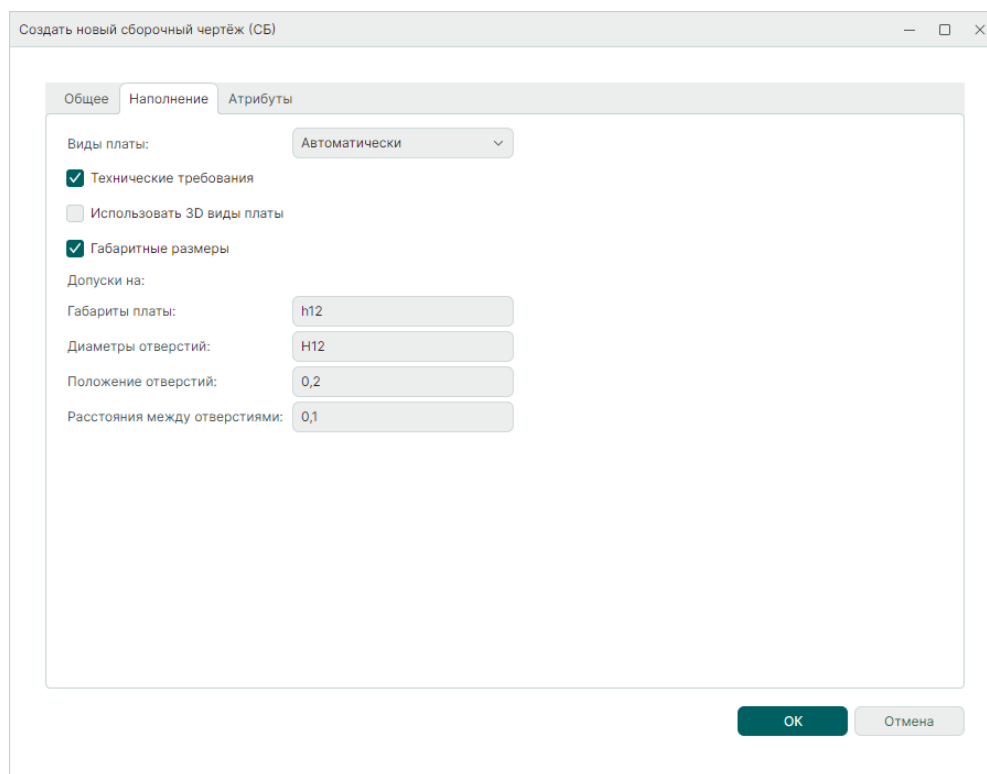

Рис. 68 Вкладка «Наполнение»
4. Определите настройки размещаемых видов и объектов во вкладке «Наполнение», см. Рис. 68.